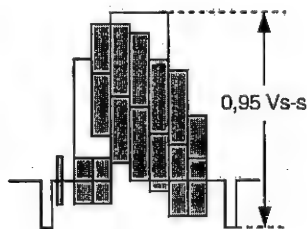

Abbildung 5-6.
5. Die Amplitude des Ausgangssignals muß 1,0 Vs-s betragen, wie in Abbildung 5-6 dargestellt.